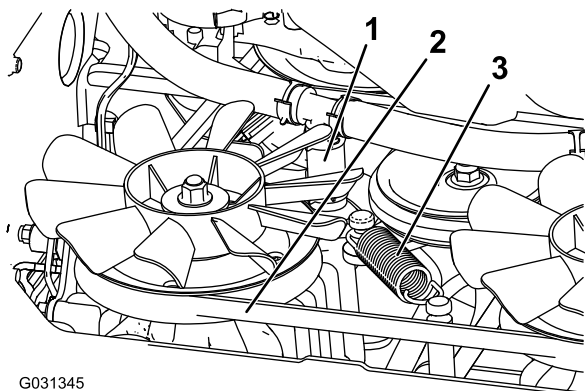

図 74
5. 下側の油圧ホースを外す 図 74。
6. テンションスプリングを外す 図 74。
7. クラッチとクラッチストップからトランスミッションベルトを外す 図 74。